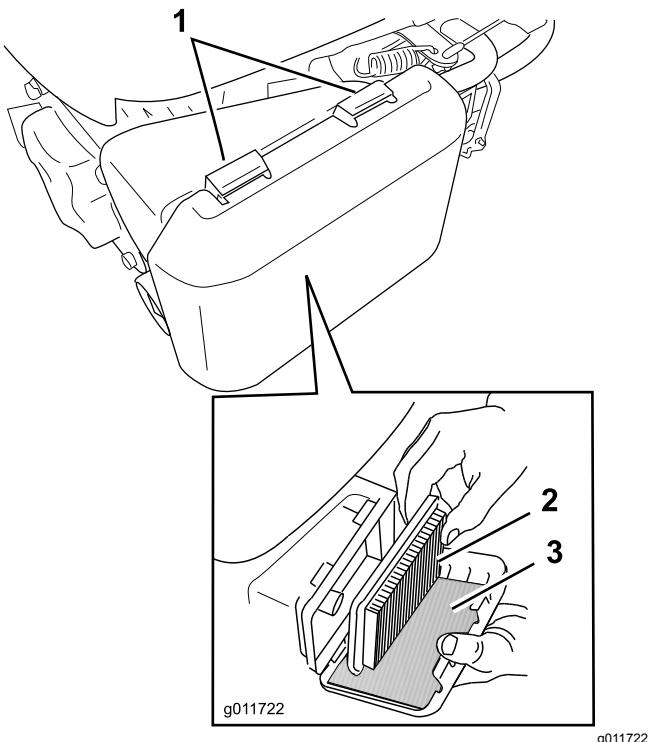

Figura 23
- Premete sulle linguette di chiusura sul coperchio del filtro dell'aria (Figura 23).
- Estraete il filtro aria di carta e il prefiltro in schiuma sintetica (Figura 23).